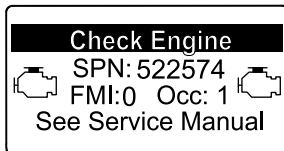

Figura 45
- Aviso do motor SPN 522574, FMI: 0 (Figura 45)